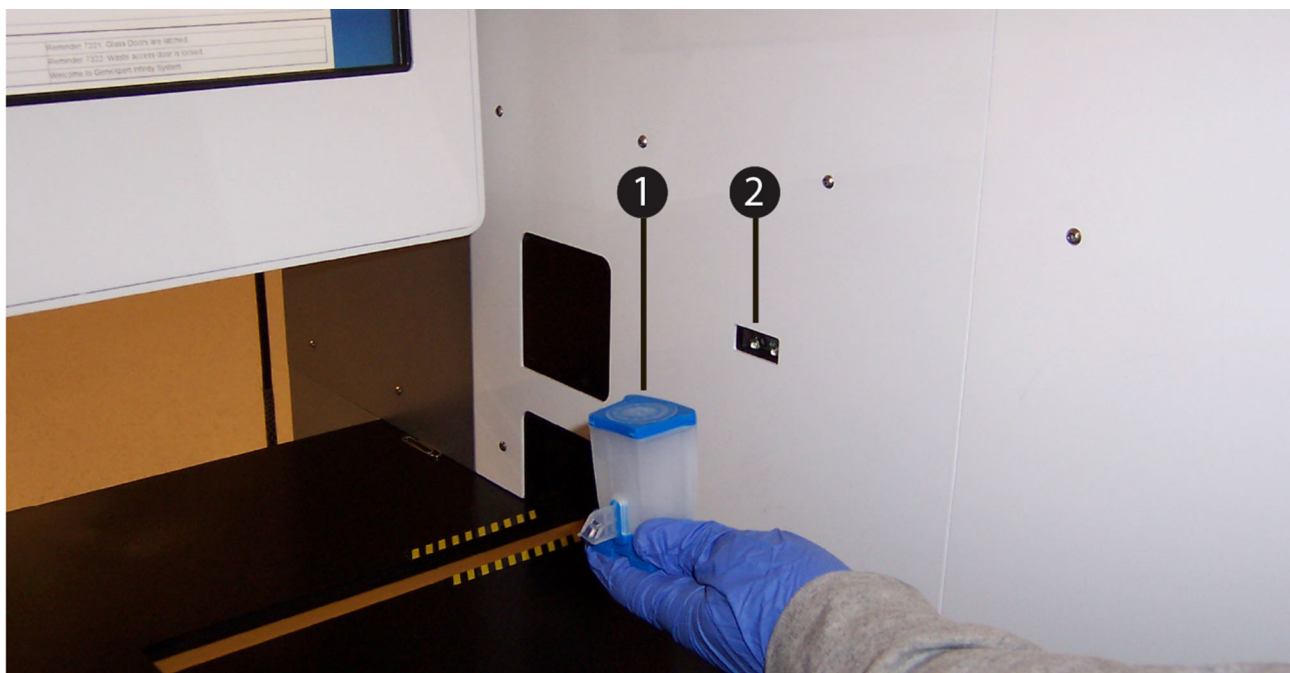

Figura 5-166. Ler o código de barras do cartucho com o leitor de códigos de barras do quiosque
4. Como ilustrado na Figura 5-166, leia o código de barras do cartucho (Item n.º 1) com o leitor de códigos de barras do quiosque (Item n.º 2). A área de trabalho Order Test (Pedir teste) é apresentada. Ver Figura 5-167.